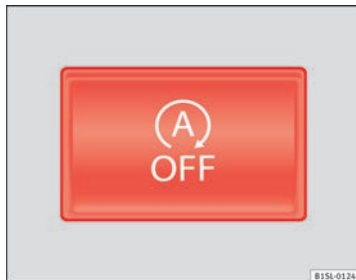

Fig. 103 Na parte superior da consola central: botão do sistema Start/Stop.
- Pressione o botão  que se encontra na consola central ⇒ Fig. 103..